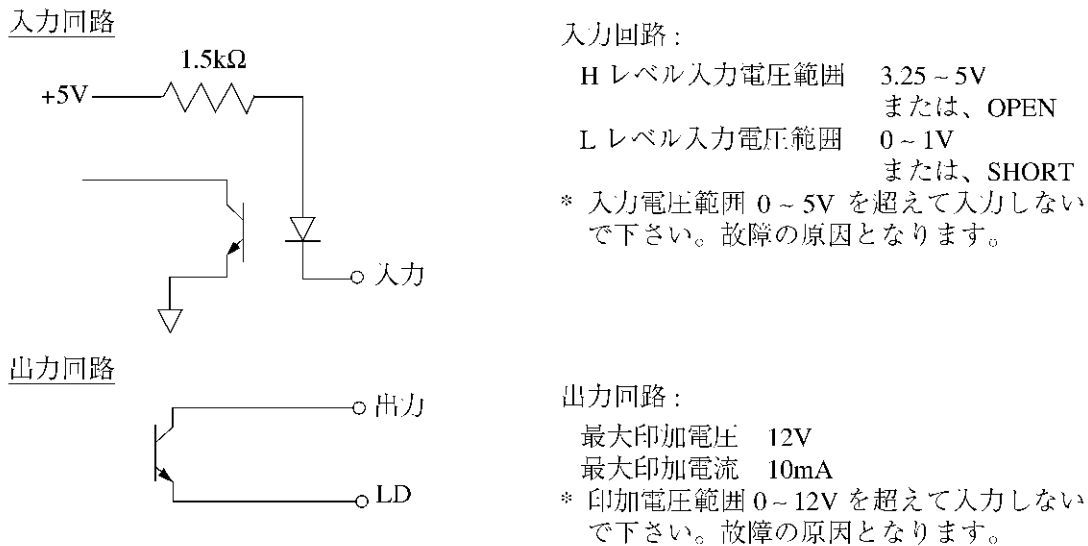

図 3-3 FFP 入出力回路
* 入出力等価回路、レベルを図 3-3 に記述してあります。この範囲を超えて使用しないで下さい。